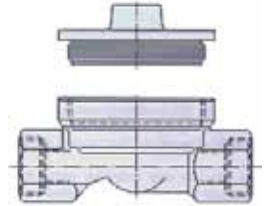

Abb. 1
- 1.3. Mit einem Steckschlüssel SW 22 (nicht Montageschlüssel nach Ziffer 3) den Deckel des UPT öffnen. Deckel, Einputzhaube und Dichtring entnehmen (Abb. 1).